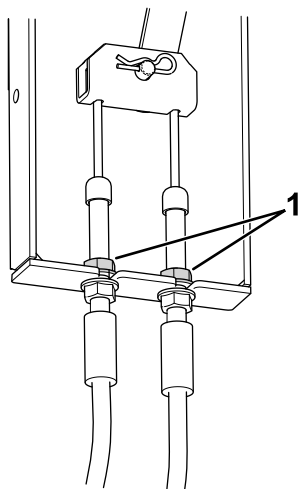

Figura 77
3. Localice el soporte del cable de freno (Figura 77), debajo del lado izquierdo de la máquina, cerca de la rueda izquierda.